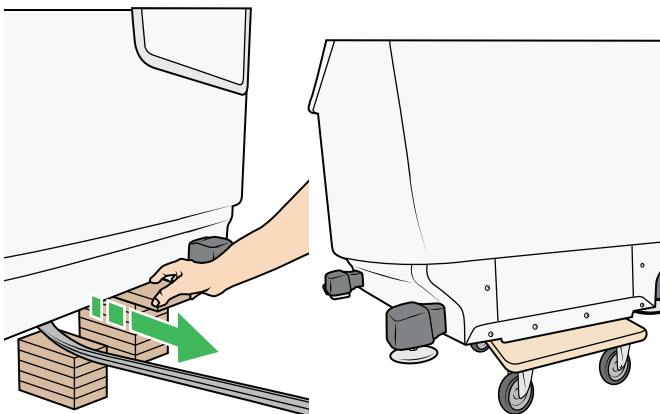

Figure 19
9. Retirez les cales de bois une par une jusqu'à ce que la baignoire repose sur le mini-chariot. Voir Figure 19